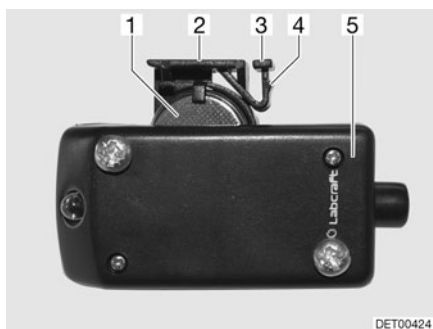

Fig. 190 Lámpara del armario ropero con el compartimento de la pila abierto
- En el lado superior de la lámpara del armario ropero (Fig. 190,5), empujar la orejeta de sujeción (Fig. 190,3) cuidadosamente hacia atrás. Queda libre la saliente (Fig. 190,4) de la orejeta de sujeción.
- Extraer el portador de la pila (Fig. 190,2) hacia arriba.
- Sacar la pila botón (Fig. 190,1) del portador de la pila.